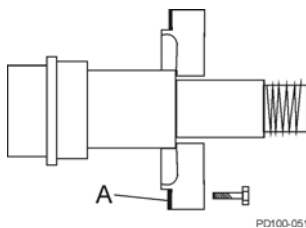

Figura 72 - Remova o vedante do retentor
4. Remova o vedante de silicone (Figura 72, item A) do retentor do rolamento e da caixa de engrenagens.